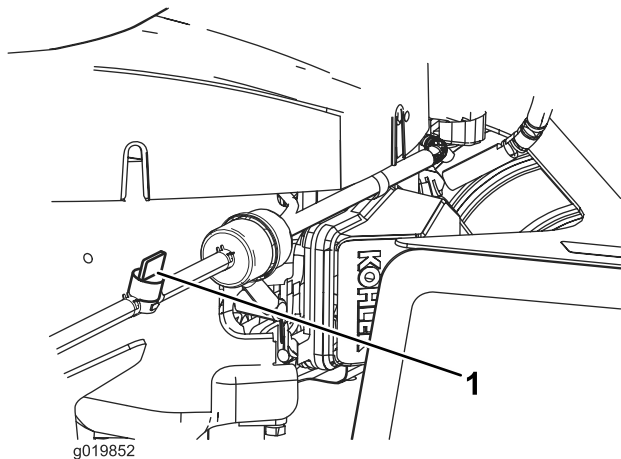

Bild 38
4. Schließen Sie den Kraftstoffhahn (Bild 38).
5. Drücken Sie die Enden der Schlauchklemme an der Motorseite des Kraftstoffhahns zusammen und schieben Sie ihn an der Kraftstoffleitung vom Ventil weg (Bild 38).
6. Ziehen Sie die Kraftstoffleitung vom Ventil (Bild 38). Öffnen Sie den Kraftstoffhahn und lassen Sie
3. Schließen Sie den Kraftstoffhahn (Bild 38).
7. Drehen Sie den Kraftstoffhahn in die geöffnete Stellung (Bild 38).